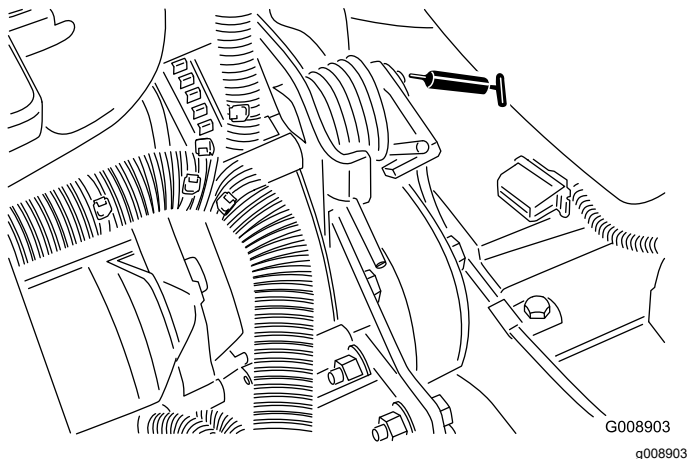

Figura 60
- Pivote tensor de la correa (Figura 60)